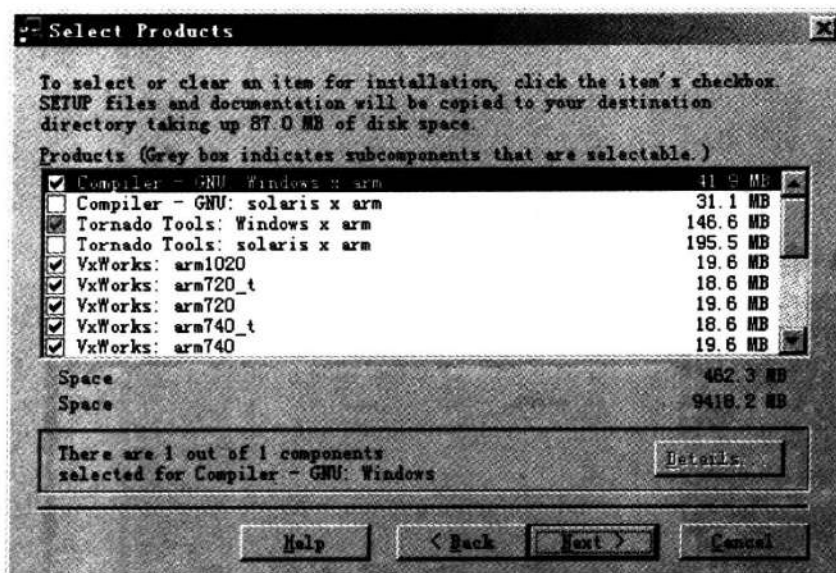

图 3-7 选择安装组件
⑥ 选择安装组件。如果硬盘有足够的空间,则可不做任何修改;当然也可去掉一些组件来节省空间。其中编译器必须至少选择一个,而一些目标库则可进行调整。例如:图 3-7 中,对于 S3C2410,可选择去掉 arm1020 和 arm720_t 等系统库,也可去掉一个编译器。